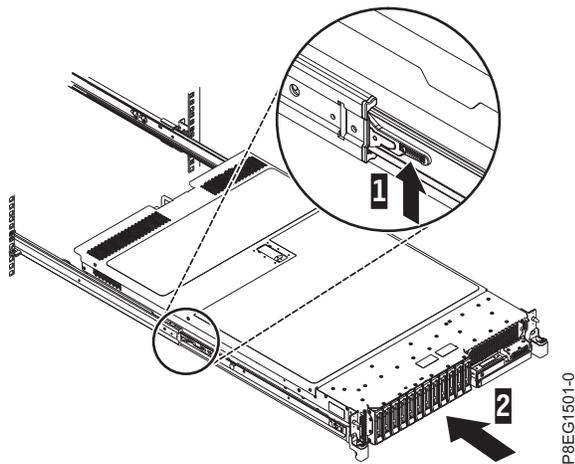

Figure 7. Soulever les taquets de déverrouillage et insérer le serveur dans l'armoire en le poussant
3. Levez les loquets bleus (1) sur les glissières latérales et poussez entièrement le serveur (2) dans l'armoire jusqu'à ce qu'il s'emboîte. Pour plus de détails, voir figure 7.